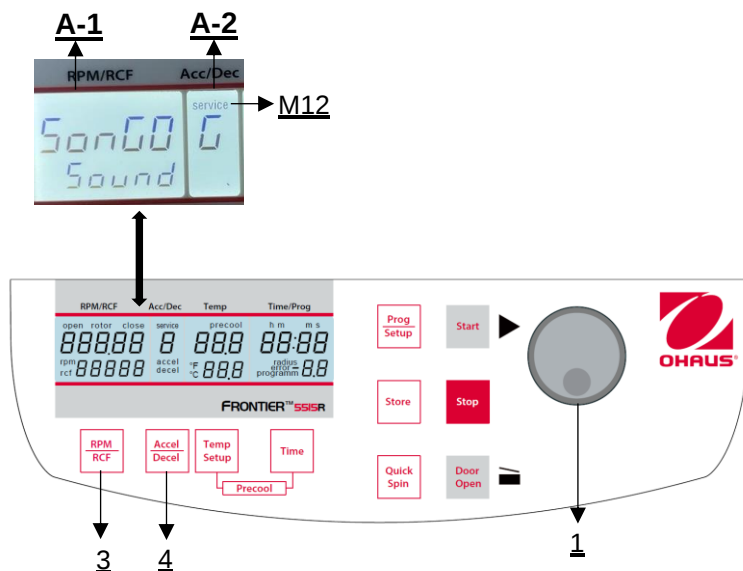

Figura 33
Procedere come descritto al punto 4.1.1 per entrare in questa modalità di programma e poi premere il tasto **"Accel/Decel"** (4). Sul display **"Acc/Dec"** (A-2) lampeggia la parola **"Service"** (M12). Selezionare ora la lettera **"G"** con il bottone di regolazione (1). Nel display **"RPM | RCF"** (A-1) appare la scritta **"SonGo/Sound"**. Dopo aver premuto il tasto **"RPM | RCF"** (3), è possibile selezionare un brano con la manopola di regolazione (1) (vedere **Figura 33**).